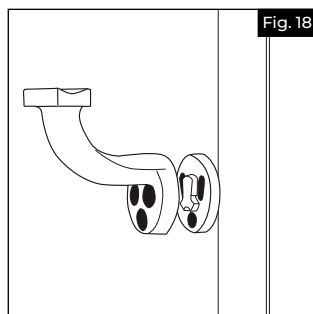

Fig. 18
- a. Alinear el soporte o retorno de poste en el poste y trazar una marca como se muestra en las instrucciones para cada soporte. Antes de instalar en el poste, insertar el bloque espaciador en la parte posterior del soporte, como se muestra en la figura (Fig. 18).